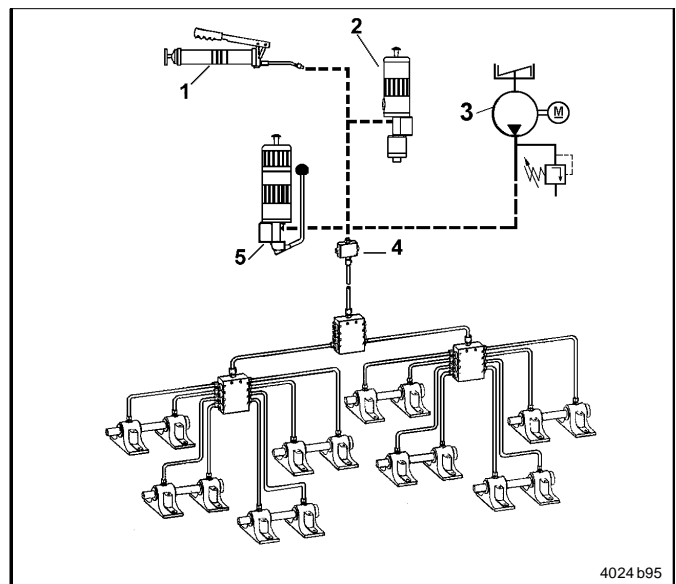

Fig. 13 Possibilités de raccordement de pompes
- Associés à des pompes à main, des pompes pneumatiques ou électriques, les doseurs progressifs forment des installations de lubrification centralisée, simples et peu coûteuses (voir fig. 13).